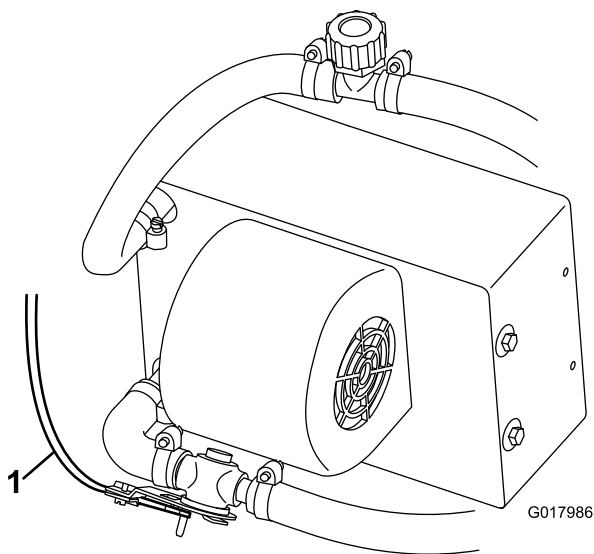

図 6
8. ヒーターコントロールケーブルを、ヒーターバルブに接続する(図6)。